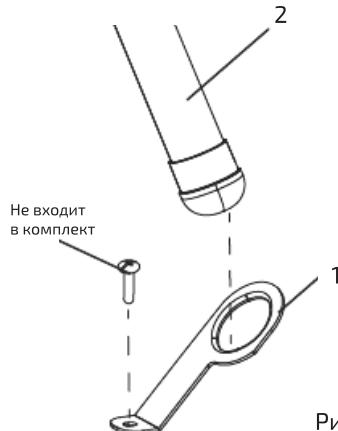

Рис. 7
1. Вставить анкерную пластину (1) в одну из ножек стойки (2) и прикрепить ее к основанию при помощи анкерного крепления, которое подходит для данного типа поверхности в основании (почва, деревянный пол, бетон и т.д.) (рис. 7).